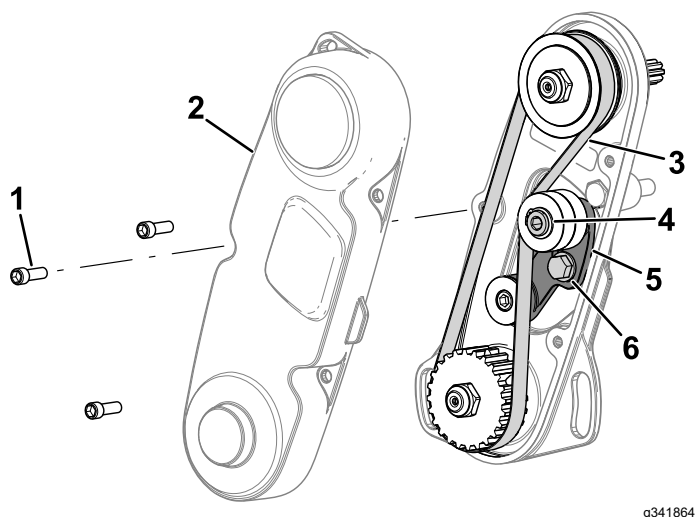

Figure 14
3. Avec une clé dynamométrique à balancier, appliquez une force de 6 à 7 N·m sur la vis interne du bras de la poulie de tension supérieure (Figure 14).